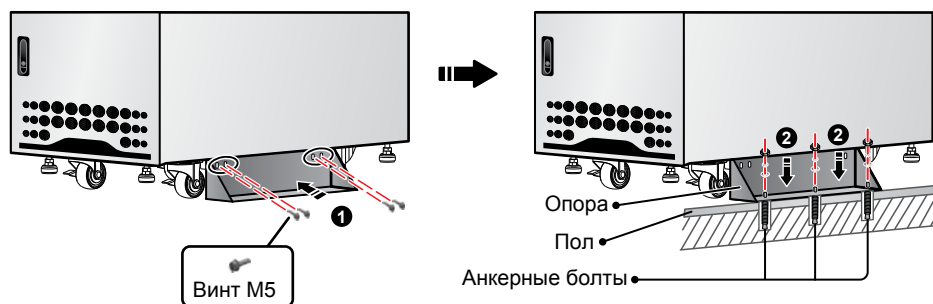

Рис. 5-4. Крепление опор к полу
- 4) Торцовым ключом с головкой 10 мм отверните восемь винтов М5 (1) и снимите с поддона две опоры, фиксировавшие ИБП при транспортировке. Прикрепите две опоры этими винтами к ИБП с обеих сторон. Для фиксации ИБП прикрепите опоры к полу шестью анкерными болтами (2) с гайкой. Анкерные болты приобретаются отдельно. См. *рис. 5-4*.